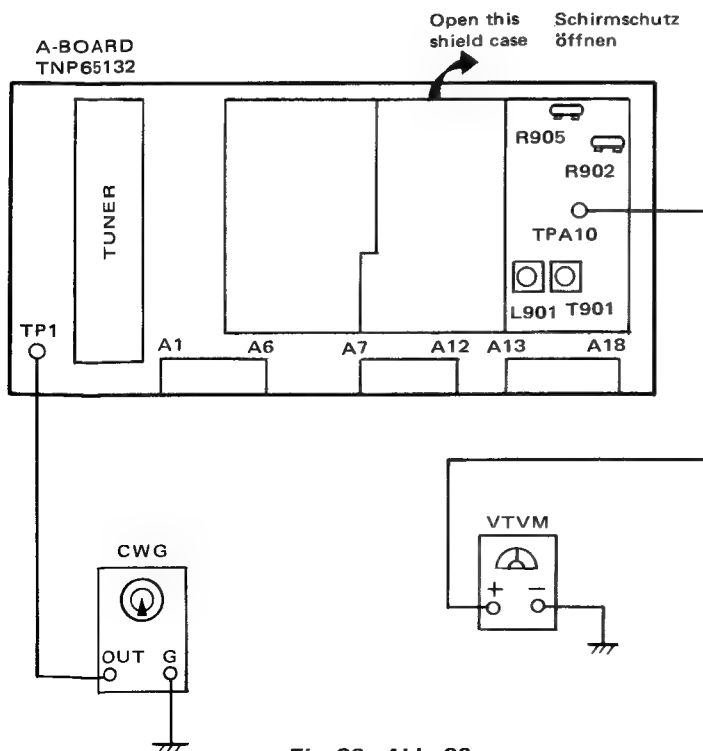

Fig. 36 Abb. 36
4. Adjust R902 so that Magic Line width is $45 \pm 5mm$ (See fig. 36)
5. Adjust R905 to place the Magic Line at the center of the screen. (See Fig. 36)
4. Mit R902 die Breite des Magischen Bandes auf $45 \pm 5 mm$ einstellen (s. Abb. 36) .
5. Mit R905 das Magische Band auf Schirmmittstellen. (s. Abb. 36)